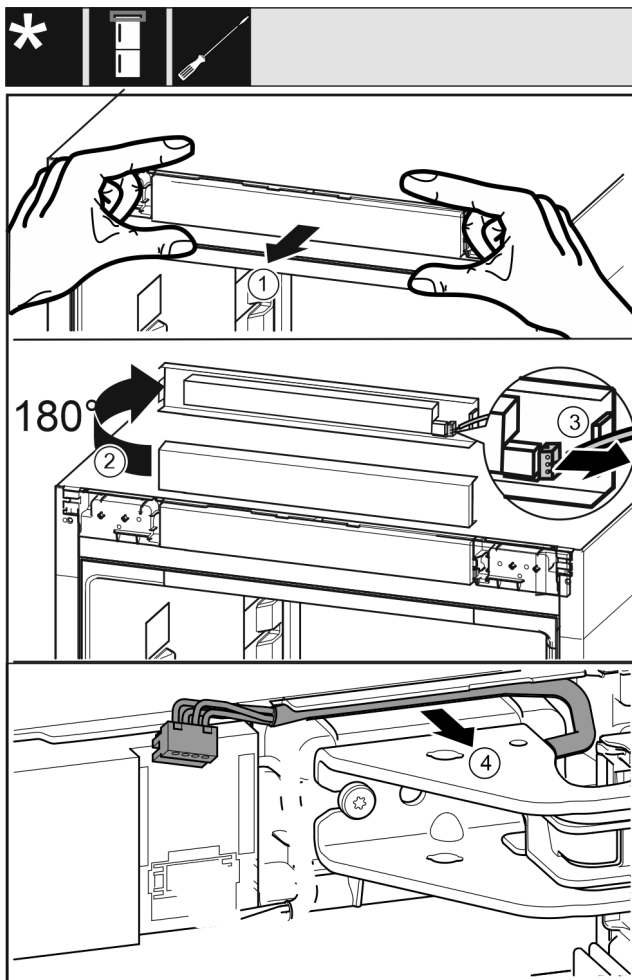

Fig. 23
- ▶ Óvatosan válassza le a kezelőpanelt Fig. 23 (1) előrefelé.
- ▶ Fordítsa el a kezelőpanelt Fig. 23 (2) felfelé 180°-kal.
- ▶ Nyomja hátrafelé a reteszelő bütyköt Fig. 23 (3), és óvatosan húzza ki a dugót.
- ▶ Óvatosan vegye ki a csapágybak feletti kábelt Fig. 23 (4) a vezetősínből.